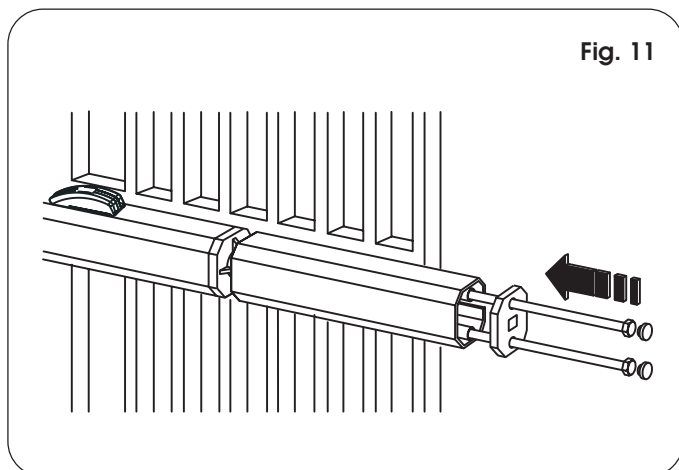

Fig. 11
- 12) Disposer le carter de protection et l'appliquer sur l'opérateur d'après la Fig. 11. Monter le protège-câble électrique (réf. ③, Fig. 12).